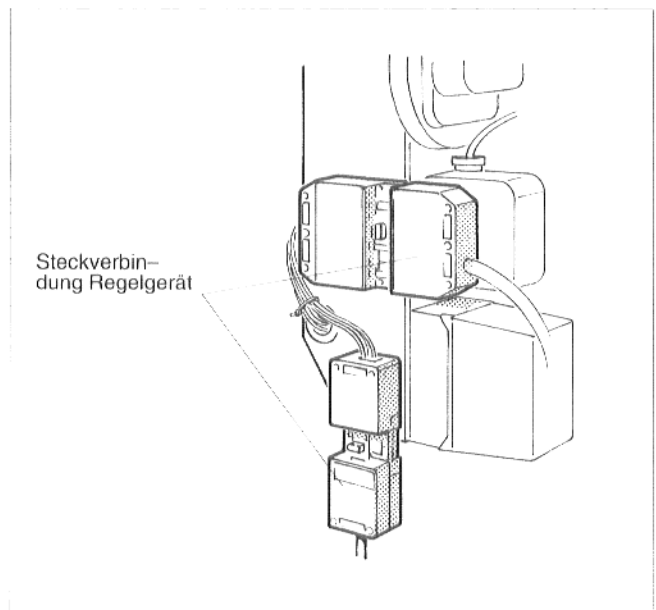

Abb.4 : Einheit "A"
- Steckverbindungen zwischen Regelgerät und Brenner herstellen (Abb.4).